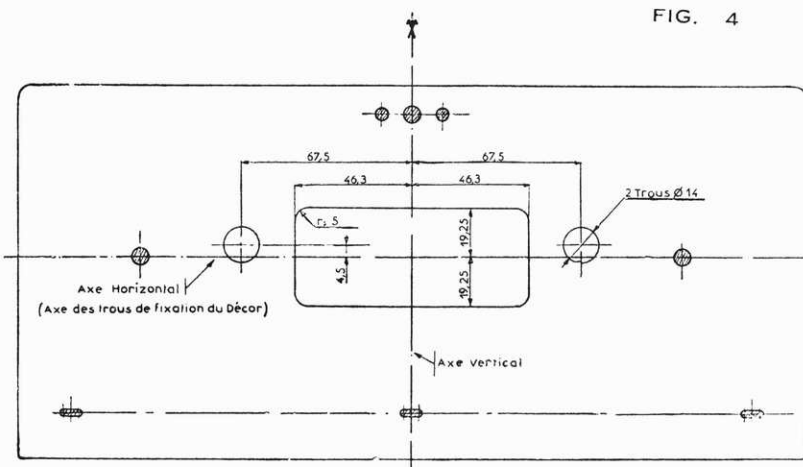

FIG. 4
- 2) Préparation de la porte : Enlever le décor central, tracer les axes de cette porte au crayon en évitant de rayer la peinture, comme indiqué sur la fig. 4. Coller le gabarit de perçage fourni avec l'équipement, en faisant coïncider ses axes avec ceux que l'on vient de tracer. Pointer et percer les trous aux diamètres indiqués sur le gabarit et découper la fenêtre en suivant le trait gras.